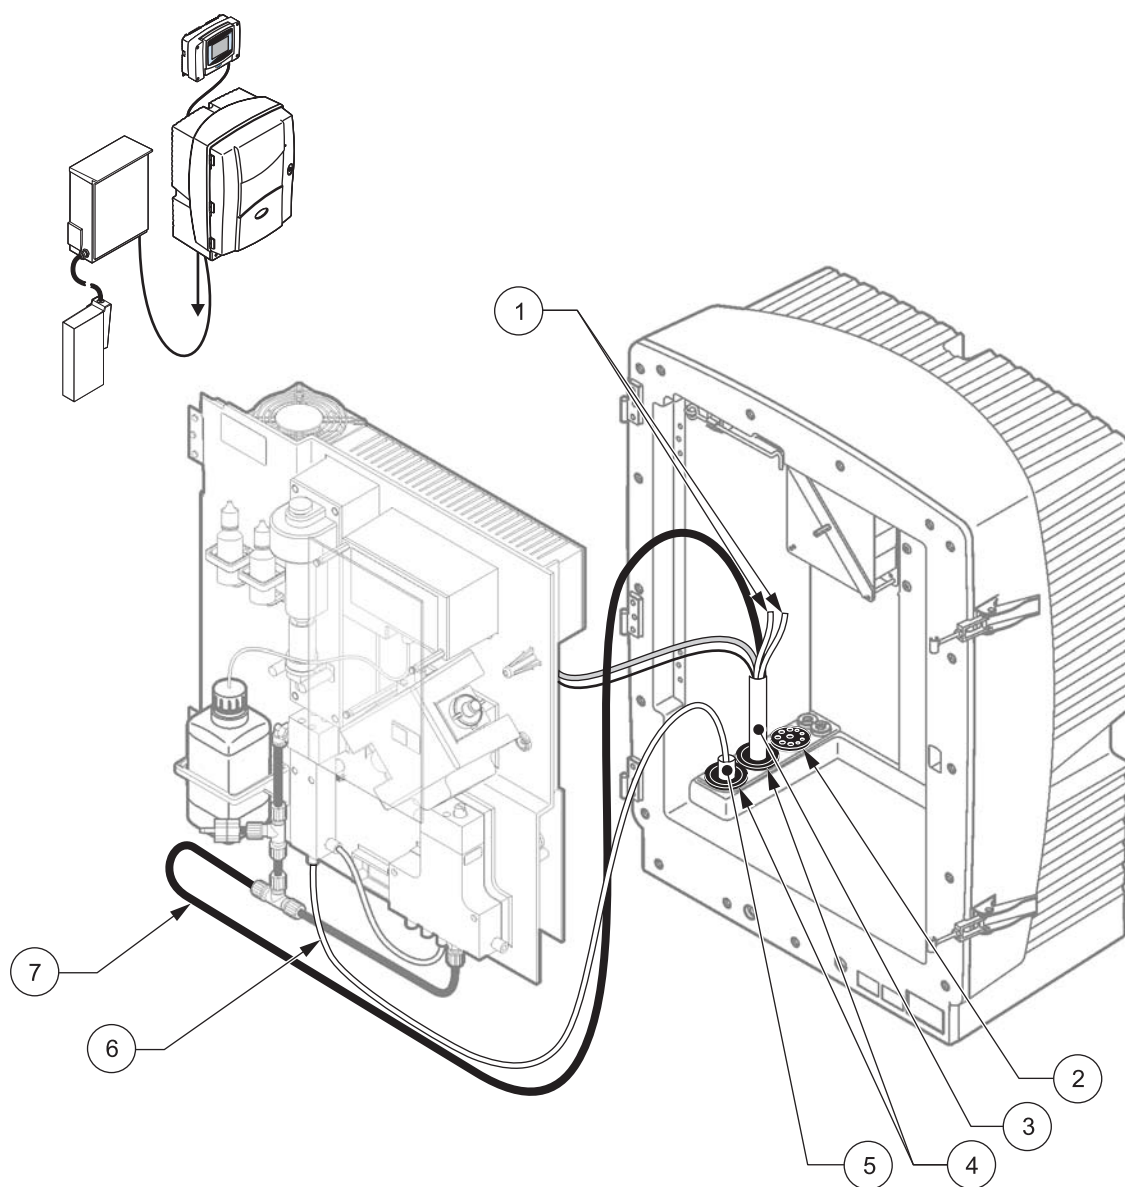

图 25 选项 3 设置
请参考图 25 以及选项 3 的以下说明：
2. 通过分析器开口从 FILTRAX 引出加热的软管（图 25，项目 5）。使用 1 号密封塞加固。